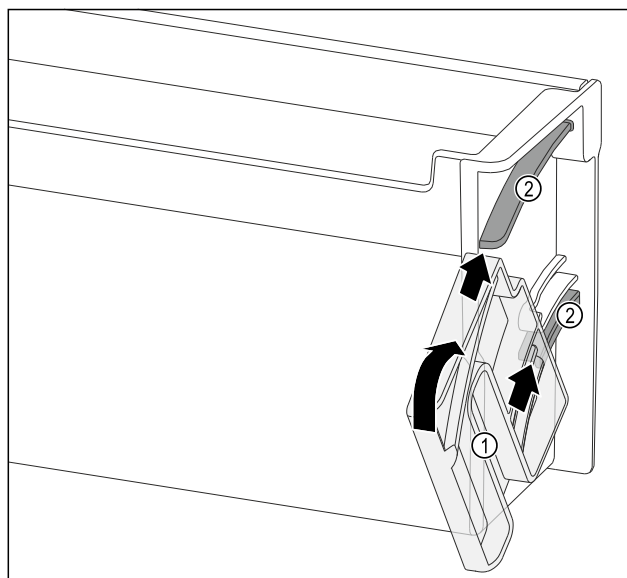

Fig. 137
- ▶ Umieścić pokrętkę Fig. 137 (1) w taki sposób, aby zagłębienia znajdowały się naprzeciw kanałów prowadzących Fig. 137 (2) półki w drzwiach.
- ▶ Obrócić pokrętkę Fig. 137 (1) w podanym kierunku.